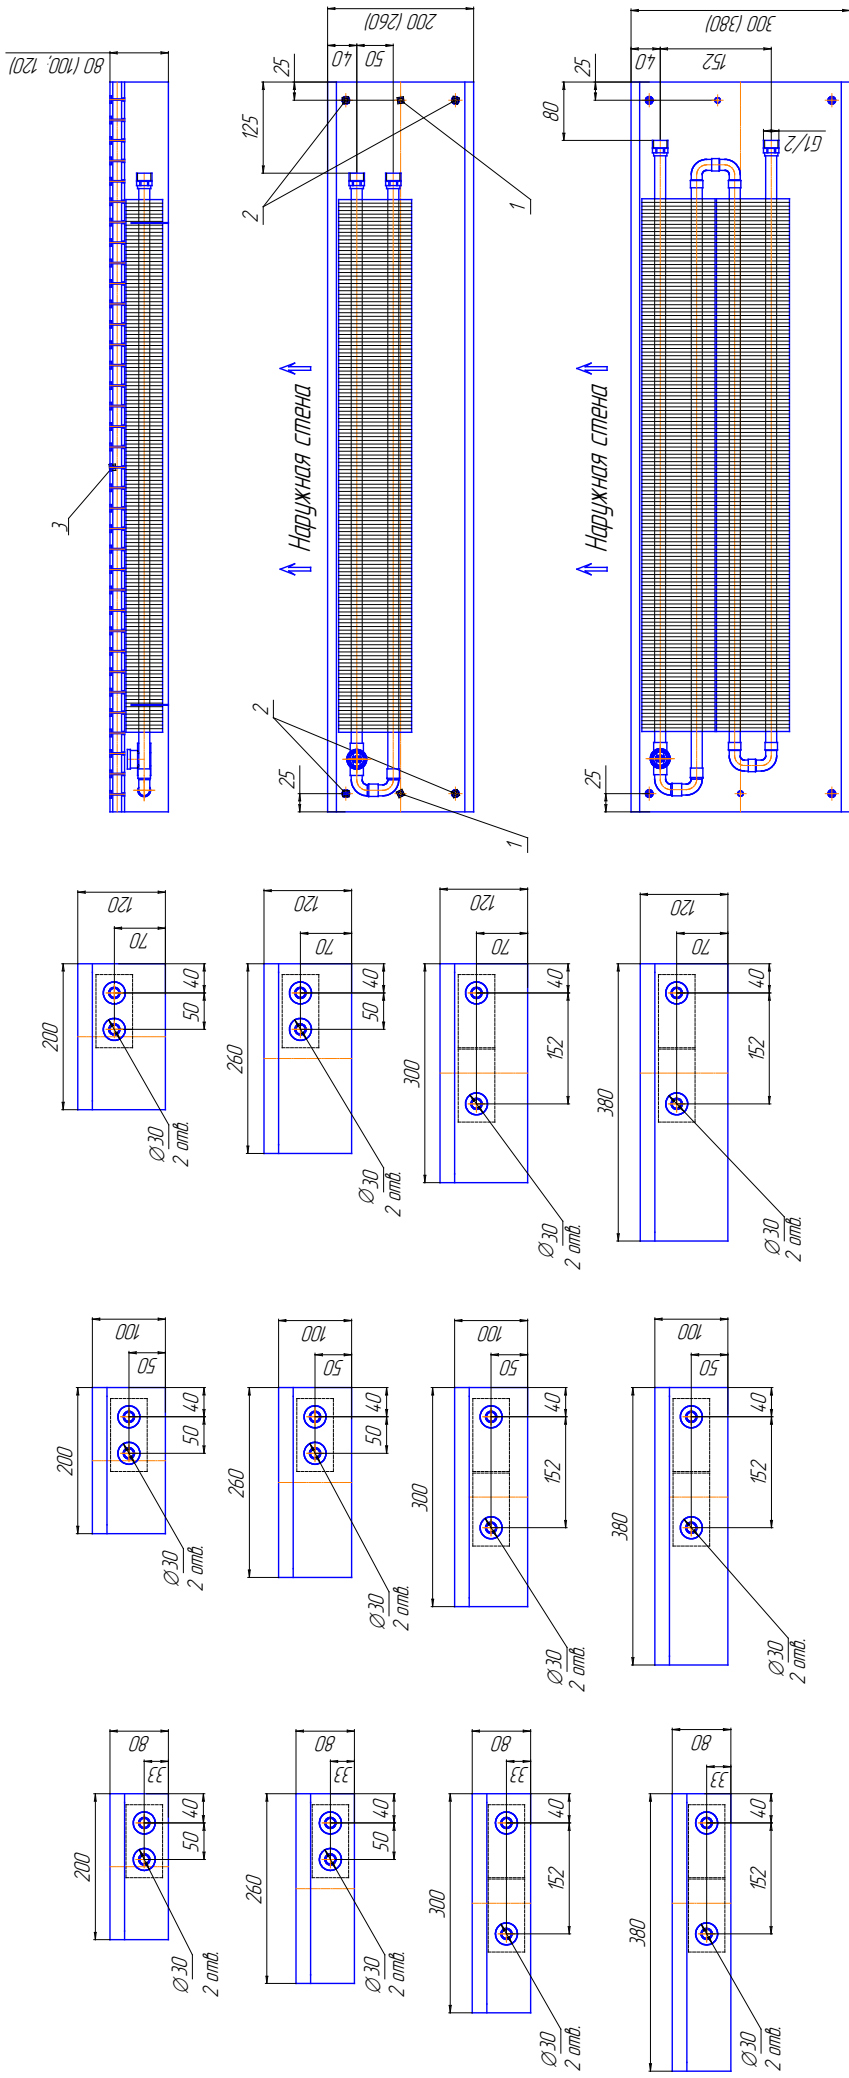
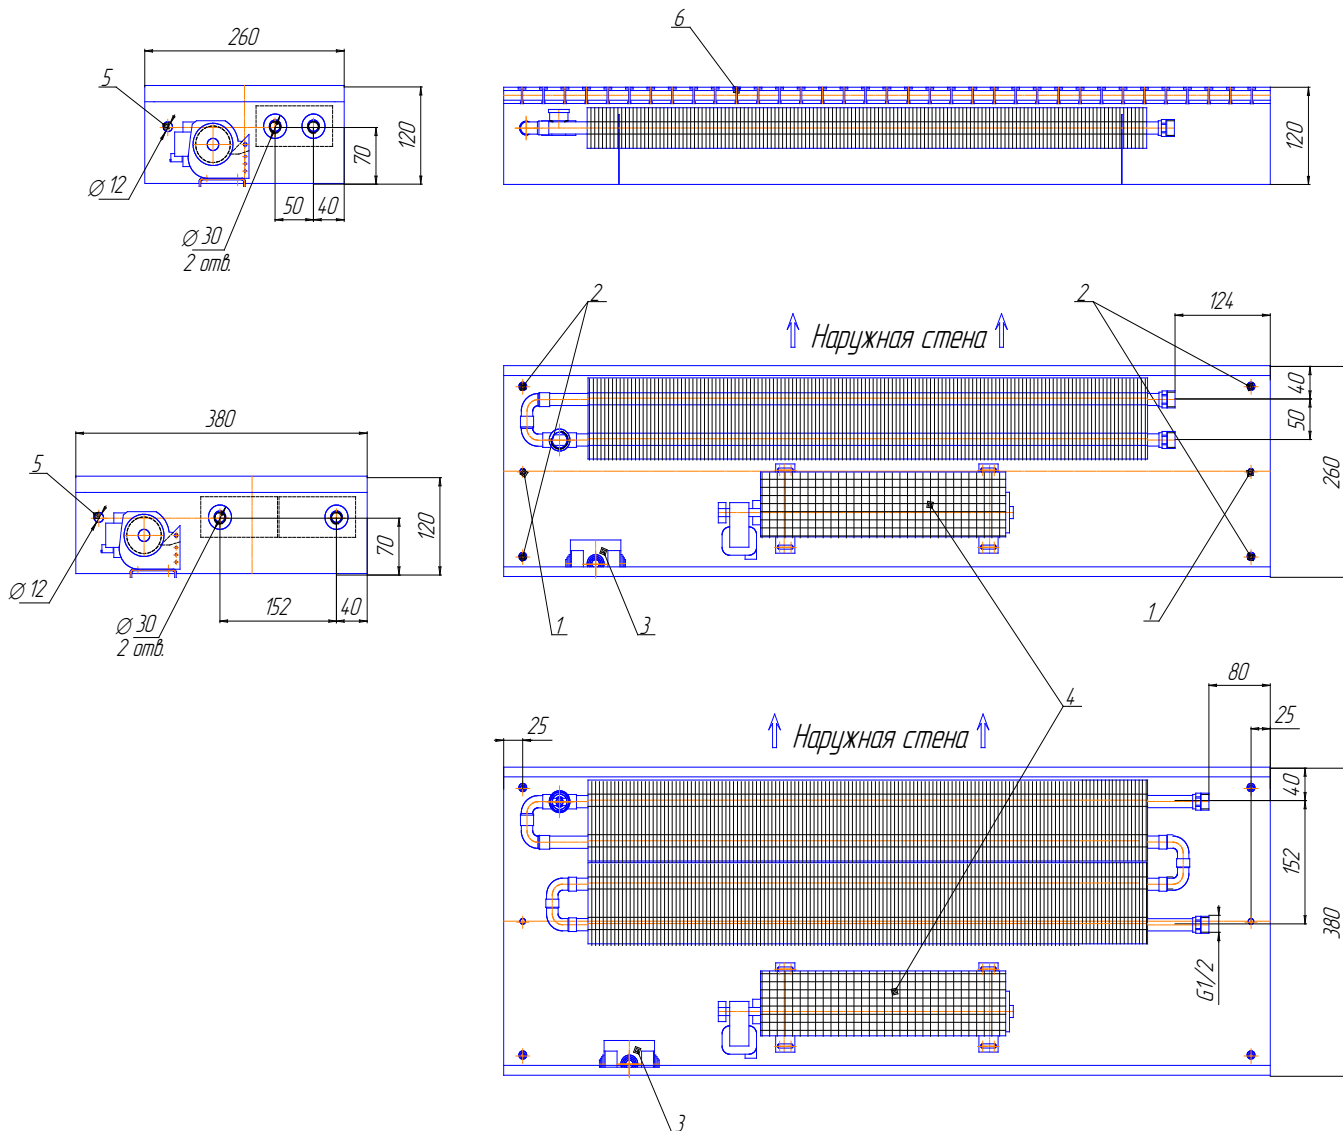

Рис. 8 Конвекторы «Бриз» (естественная конвекция).
Рис.9 Конвекторы «Бриз В» высотой 120мм
4. Выровнять корпус конвектора, используя уровень и регулирующие винты (поз.2, рис.8, 9, 10), располагающиеся в углах корпуса конвектора таким образом, чтобы верхняя часть конвектора находилась на уровне «чистого пола» с допуском  $\pm 1$ мм. (При длине прибора более 2м вводятся дополнительные регулировочные и крепежные отверстия).
5. Выровненный конвектор крепиться к полу с помощью крепежного набора. Крепежные отверстия находятся на дне корпуса (поз.1, рис. 8, 9, 10).
При проведении отделочных работ декоративную воздуховыпускную решетку (поз.3 рис.8, поз.6 рис.9, 10) снять, конвектор закрыть сверху защитной крышкой, чтобы не допустить попадания строительного мусора внутрь конвектора.